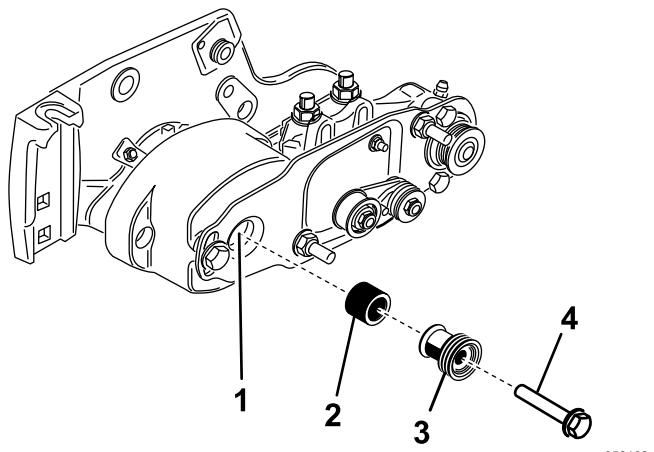

Рисунок 15
19. Вставьте проставку в вал в корпусе подшипника (Рисунок 15).
20. Вставьте ведущий шкив в проставку и приводной вал (Рисунок 15). Убедитесь в том, что выступы шкива находятся в пазу приводного вала.
21. Прикрепите шкив и проставку к ведущему валу с помощью болта с фланцевой головкой (3/8 x 2 дюйма) (Рисунок 15). **Затяните болт с моментом от 47 до 54 Н·м.**